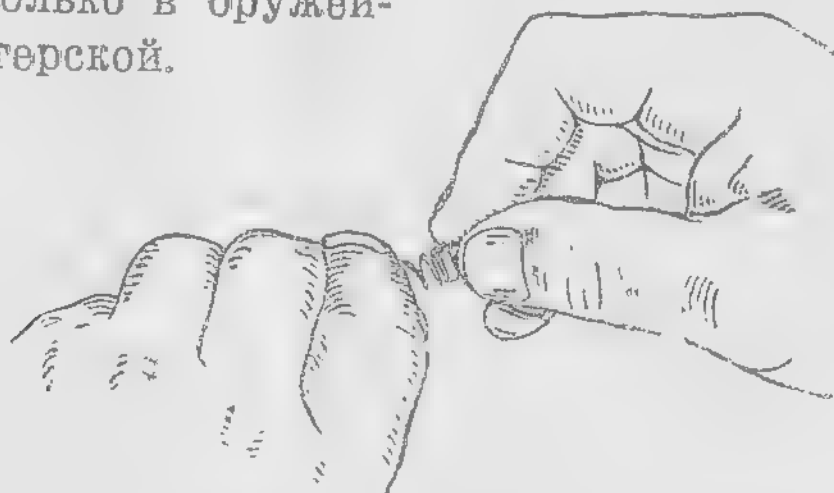

Рис. 87. Как отделить наконечник.
**отделить наконечник:** удерживая возвратную пружину в руке, вынуть наконечник из первого витка пружины, поворачивая его слева направо (рис. 87).